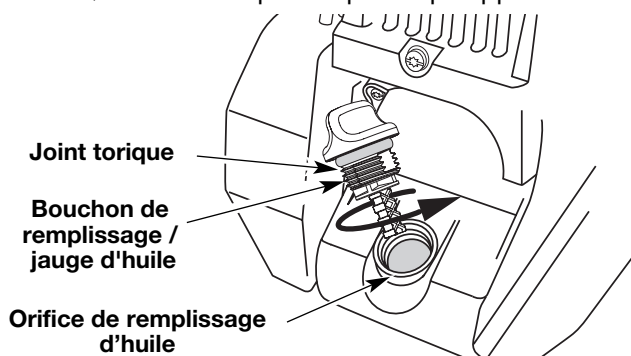

Fig. 24
6. Si le niveau est trop bas, ajoutez un peu d'huile par l'orifice et revérifiez (Fig. 24). Continuez jusqu'à ce que le niveau d'huile atteigne le haut de la jauge.
REMARQUE : Assurez-vous que le joint torique est mis sur le bouchon de remplissage / jauge d'huile au moment de la vérification et du changement d'huile (Fig. 24).